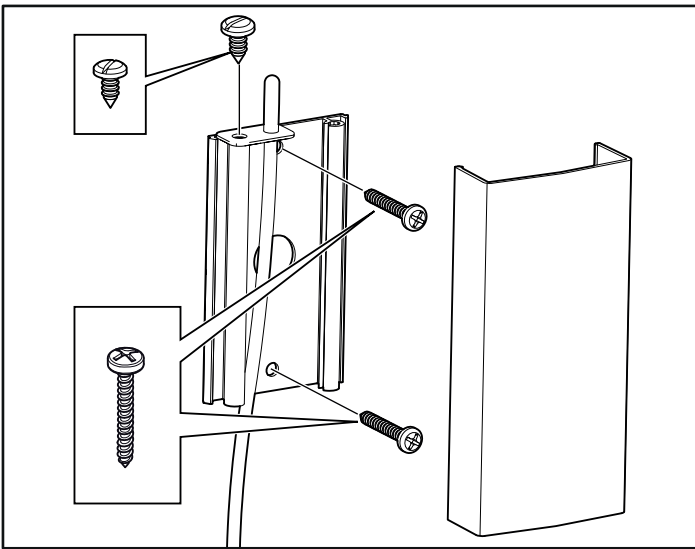
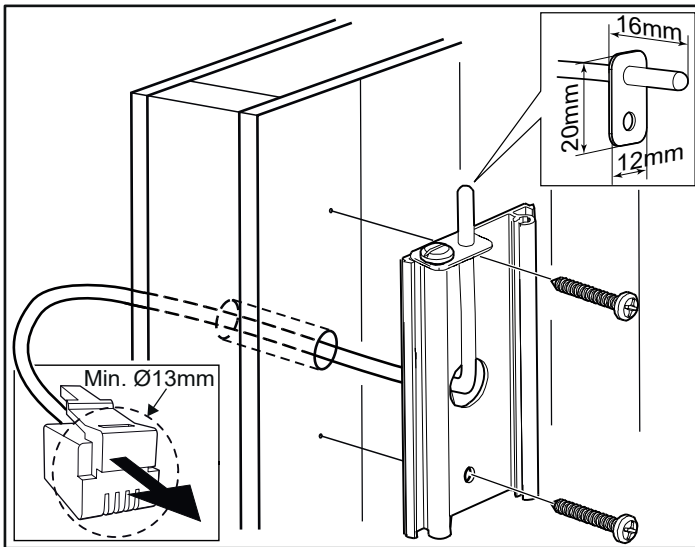

Figure 15 : Installation de la sonde
Figure 16 : Raccordement à travers la cloison.
13. Installez la sonde sur le mur (voir figure 15). Le fil de la thermistance peut également être passé dans le mur. Bouchez tous les trous dans le mur derrière la sonde (voir figure 16). Le fil de thermistance peut être prolongé à l'extérieur du sauna à l'aide d'un fil à basse tension (2 pôles).